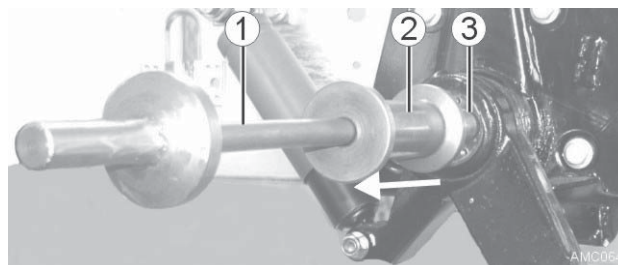

Bild 19
10. Ausziehwerkzeug (Bild 19 - 1) in den Drehstab (Bild 19 - 3) einschrauben.
11. Schlaghülse (Bild 19 - 2) in Pfeilrichtung solange gegen den Anschlag des Ausziehwerkzeuges schlagen, bis der Drehstab herausgezogen werden kann.